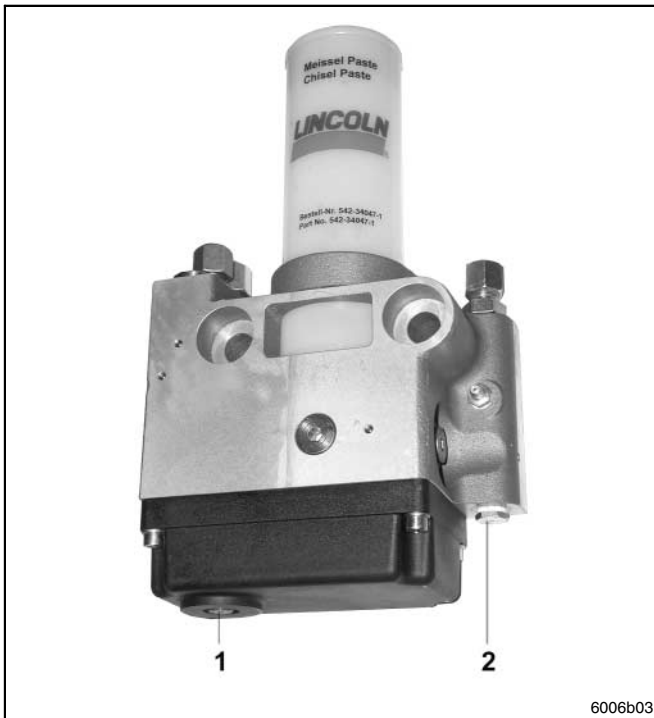

Fig. 4 Control de función
Una espiga de accionamiento colocada en el motor paso a paso pone el árbol de excéntrica (fig. 4, pos. 1) con la excéntrica en un movimiento rotatorio vía una rueda libre. Así se inicia el suministro de lubricante por el elemento de bombeo.
El árbol de excéntrica (pos. 1, fig. 4) en la cubierta del cuerpo sirve para el control de función. Si gira en el sentido de las agujas del reloj, es decir el elemento de bombeo transporta lubricante.
tegida con una válvula limitadora de presión (fig.4, pos.2).